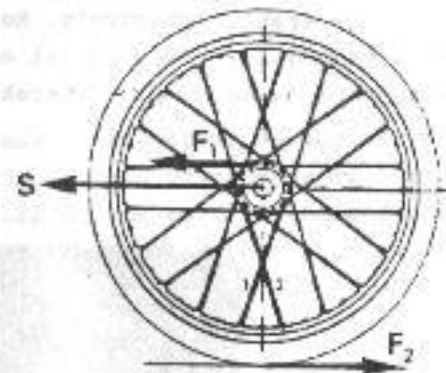

Fig. 1 Aandrijfkraften
Om de verticale krachten zo goed mogelijk op te kunnen nemen, zouden de spaken eigenlijk in radiale richting gespaakt moeten worden. Dus de kortste weg van de naafflens naar de velg. Toch komt dat niet voor omdat de spaken, zoals gezegd, ook rem- en stuwkrachten moeten opnemen. In fig. 1 zijn de krachten aangegeven die tijdens het aandrijven werkzaam zijn. De aandrijfkraft F_1 werkt tangentiaal t.o.v. de naafflens. Deze kracht zorgt ervoor dat aan de omtrek van de band een aandrijfkraft F_2 ontstaat. Deze aandrijfkraft (F_2) zorgt er weer voor dat als gevolg van de wrijving tussen band en wegdek een stuwkracht ontstaat in de rijrichting (S) vanuit het hart van het wiel. Om de krachten tussen de naaf en de velg zo goed mogelijk op te vangen zouden de spaken eigenlijk tangentiaal aan de naaf en aan de velg moeten worden bevestigd. Ze worden dan alleen op trek belast. Aangezien dat in de praktijk onmogelijk is, zoekt men een tussenoplossing die in de figuur is aangegeven (spaaak 1) Als alle spaken zo zouden worden aangebracht kan geen remkracht worden opgenomen, omdat dan de spaken op druk worden belast. Bovendien zouden nu de spaken niet te spannen zijn. Wordt echter een spaaak kruisend t.o.v. de oorspronkelijke spaaak aangebracht (spaaak 2) dan is dat probleem opgelost. Er kan nu dus wel een remkracht worden opgenomen terwijl nu de spaken ook kunnen worden gespannen. Deze spaken moeten